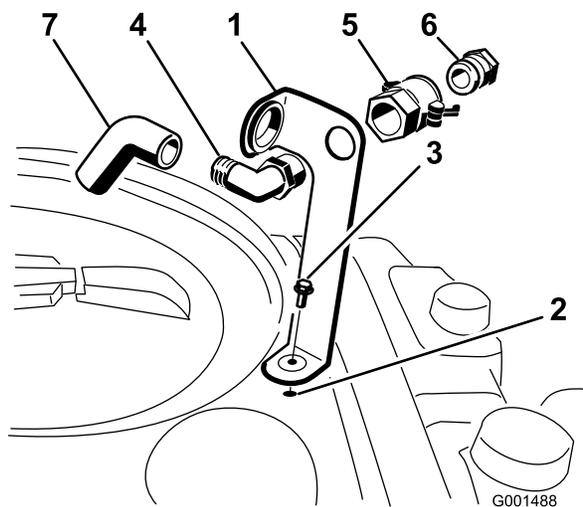

図 3
1. タンクに開けてあるネジ穴に合わせて補給口ブラケットをセットし、フランジヘッド・ボルト (5/16 x 3/4 インチ) で固定する(図 3)。
2. 90度エルボのねじ切りしている側をブラケットに通し、クイックカップラでブラケットに固定する(図 3)。
3. クイックカップラにホースアダプタを取り付ける(図 3)。
4. カップラについているレバーをアダプタ側に倒してロックし、ヘアピンコッターで固定する(図 3)。
5. 逆流防止ホースを、ブラケットの大きな開口部に通してから、90度エルボに取り付ける(図 3)。